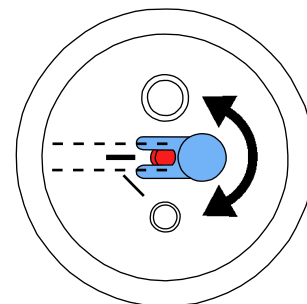

Fig. 13
- Pour les silos de 25 - 70 μm , la buse de dosage doit être alignée (Fig. 13) !